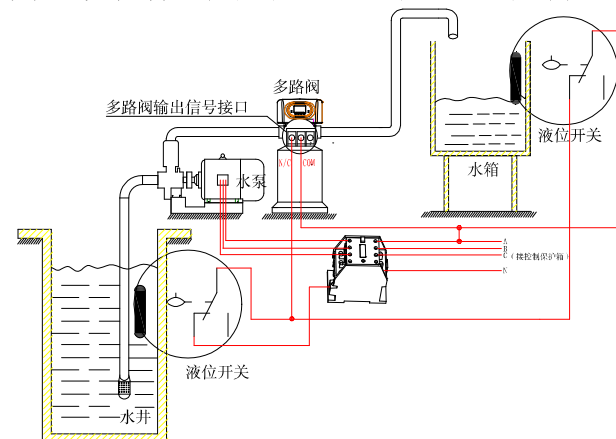

图3-6 通过水箱液位控制380V进水泵的接线图
3) 通过水箱液位开关控制进水泵(三相电机)图3-6(设为b-01)